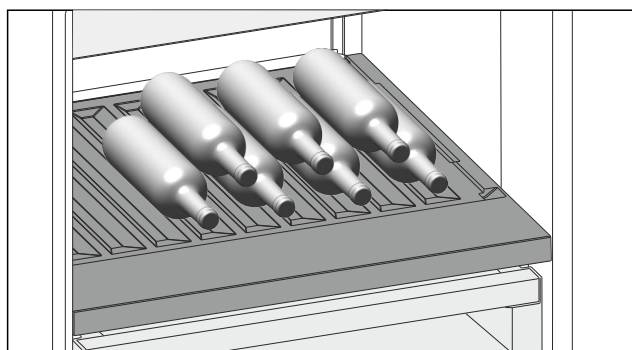

Fig. 119
- Láhve ukládejte dnem dozadu k zadní stěně. (viz Fig. 119)